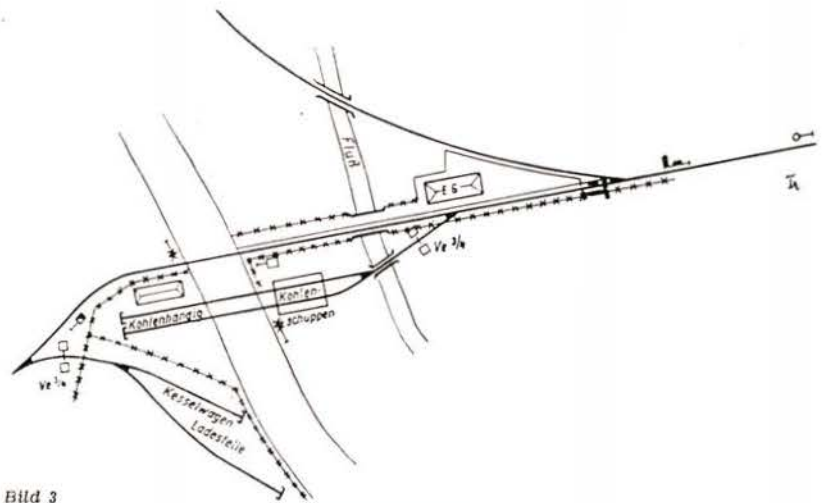

Bild 3
3. Trennungsbahnhof einfachster Form (Bild 3)